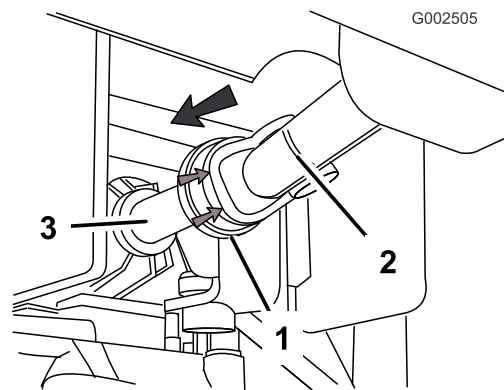

Figura 22
- Tirate indietro la cuffia in gomma della parte anteriore dell'albero motore della presa di forza (Figura 22).
- Installate l'albero motore sull'albero di uscita della presa di forza (Figura 22).